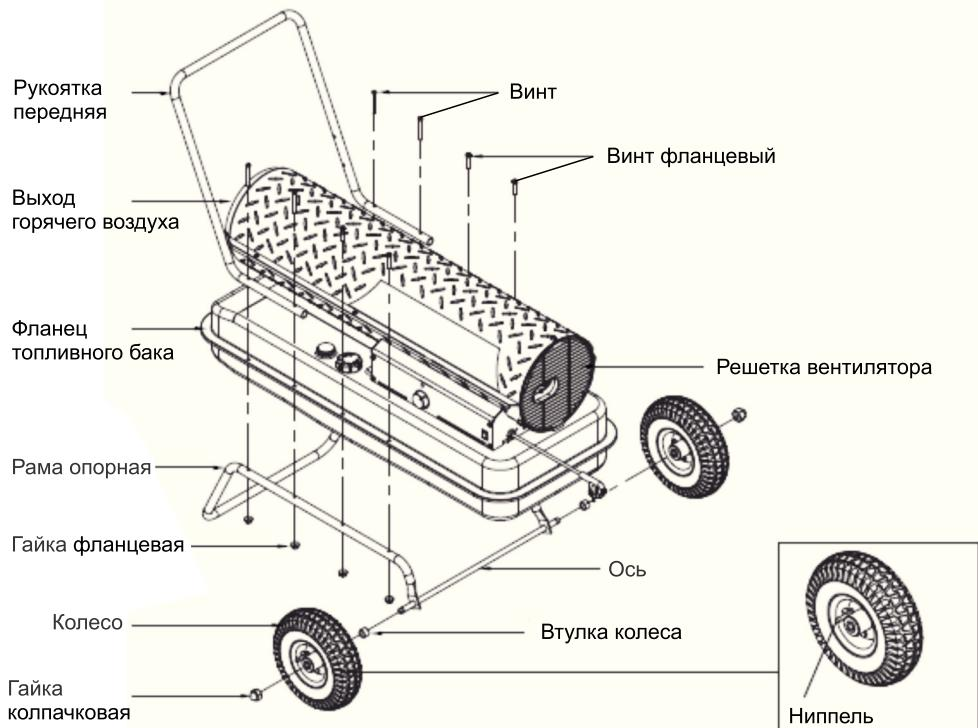

Рис. 7
**Сборка пушки (модели ТП45Д, ТП75Д) (рис. 7)**